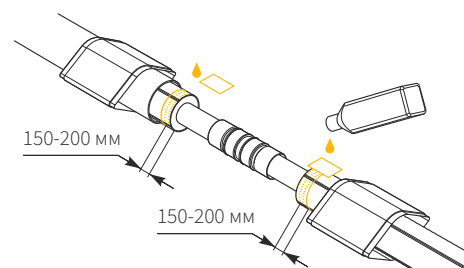

Рис. 4.8.3
3. Обезжирить растворителем (или другим спиртосодержащим раствором) защитную оболочку труб с обеих сторон от стыка на расстоянии 150-200 мм (рис. 4.8.3).